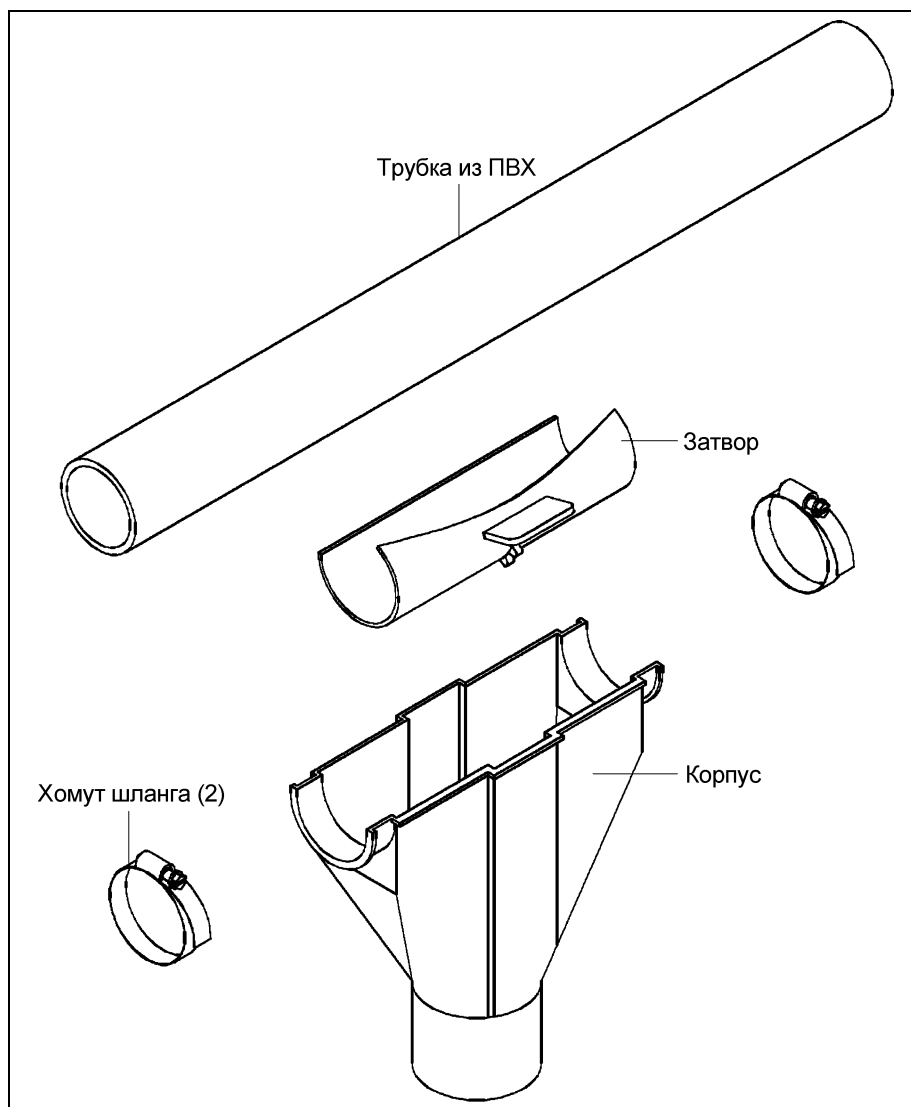

Рисунок 5O Установка комплекта отвода
1. Оберните задвижку вокруг трубы в точке выходного отверстия. *См. рис. 5O.*
2. Закрепите корпус на трубе двумя (2) хомутами. Убедитесь, что выходное отверстие расположено по центру корпуса.